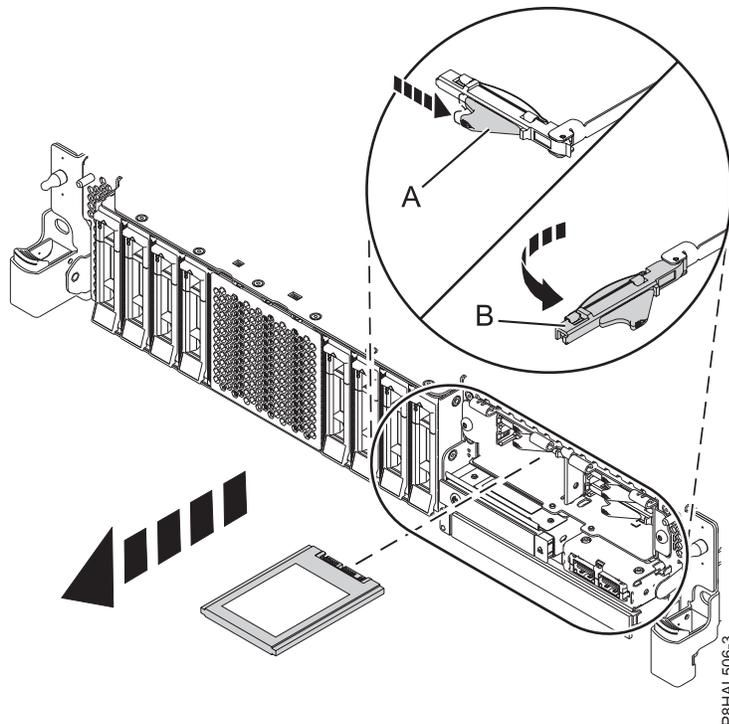

Figura 43. Extracción de una SSD de un sistema de función ampliada
11. Desbloquee el asa de la bahía de unidad (**B**) presionando el pestillo del asa (**A**) en la dirección que se muestra y tirando del asa de la unidad (**B**) hacia usted, como se muestra en la Figura 43 en la página 47. Si el asa no está extendida del todo, la unidad de estado sólido no se puede deslizar hacia fuera del sistema.